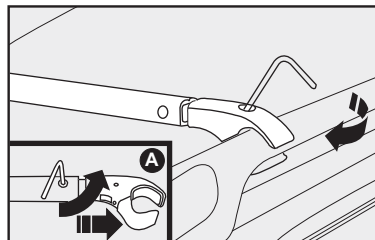

fig. 138
3) Apriete los tornillos allen de sujeción de las barras utilizando para tal la llave “L” específica **fig. 138**.
Para proporcionar más facilidad de instalación, las barras transversales poseen una regulación telescópica que posibilita alterar la longitud de las mismas - detalle **fig. 138**. Es importante recordar constantemente que en la instalación de las barras siempre se deberá respetar la numeración estampada en las mismas.